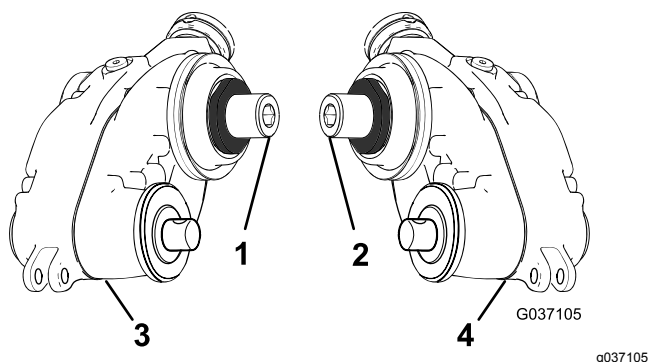

Рисунок 8
1. Определите левый и правый блоки привода механической щетки; см. Рисунок 8.